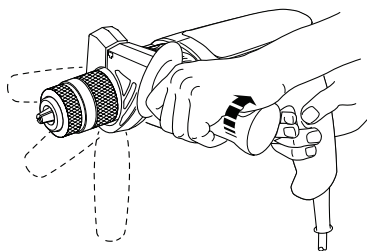

IMAGEN 1
7.1 Acoplamiento de la empuñadura lateral y el tope de profundidad (IMAGEN 1)